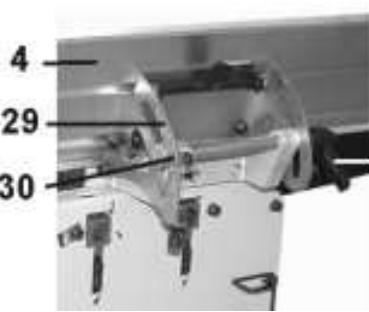

Рис. 10
11.2. Переоборудуйте машину для выполнения строгания (см. пункты 9.2.1-9.2.2.). Выберите соответствующую глубину строгания по шкале (31), для чего поворотом маховика (10) установите высоту стола подачи (9), установите защитную планку (7), как указано в пункте 10.2., Рис.10.
11.5. Скорость подачи заготовки (34) обеспечивается ручным усилием оператора. При этом учитывайте ширину и глубину строгания, степень влажности, плотности и однородности древесины. Прижимая заготовку (34) к столу подачи (9), подавайте её вперед, навстречу направлению вращения строгального вала, Рис.10, 12. Подавайте заготовку с равномерной скоростью. Любая остановка заготовки образует неровность или ступень на обрабатываемой поверхности заготовки. В целях собственной безопасности защитная планка (7) должна закрывать часть строгального вала (ножей), не используемого при строгании.